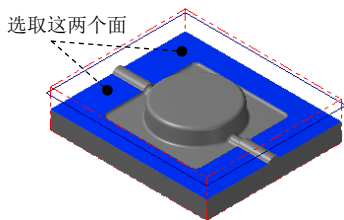

图 12.17 选取加工面
Step1. 选择加工方法。选择下拉菜单 **刀具路径 (T)** → **曲面精加工 (F)** → **精加工浅平面加工 (S)...** 命令。
(1) 在图形区中选取图 12.17 所示的面，然后按 **Enter** 键，系统弹出“刀具路径的曲面选取”对话框。